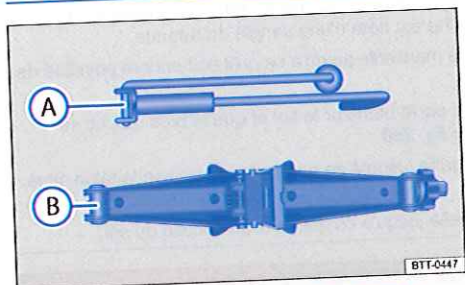

Fig. 261 Éléments du cric à parallélogramme
5. Desserrez les boulons de la roue à remplacer $\Rightarrow$ page 476. Accrochez la manivelle $\Rightarrow$ fig. 261 **A** dans le cric à parallélogramme **B**.